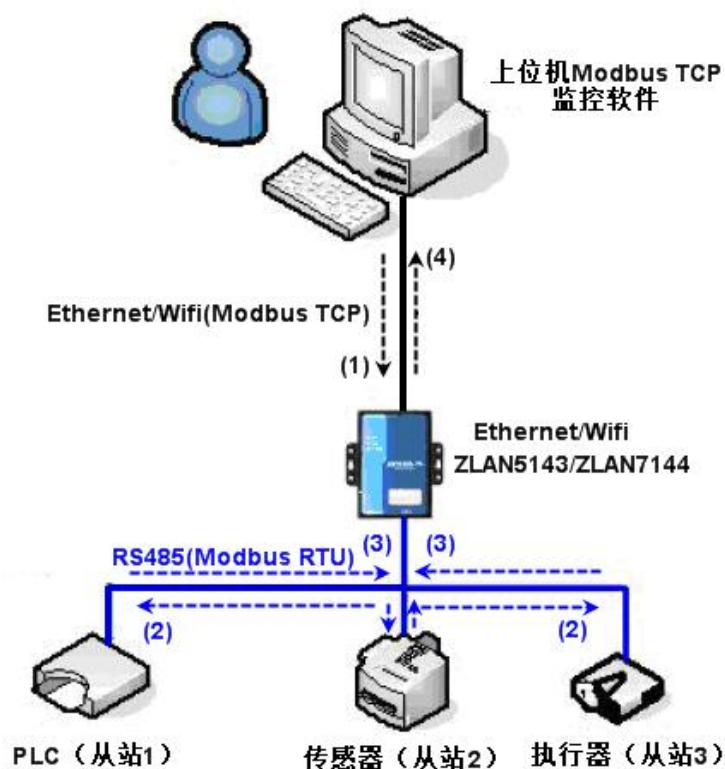

图 38 存储型 Modbus 网关工作方式
如图 38 所示：普通的 Modbus TCP 数据流方向为 (1) → (2) → (3) → (4)。即先将 Modbus TCP 指令转化为 Modbus RTU 的对应指令，然后设备应答 Modbus RTU 指令给 Modbus 网关，然后 Modbus 网关再次转化为 Modbus TCP 发送给监控上位机。